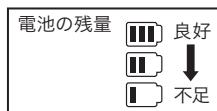

図10：モニタ立ち上がり画面
3. 液晶モニタの立ち上がりを確認(図10)
- 液晶モニタにメッセージが表示され(図10)、しばらくするとカメラの映像が表示されることを確認します。
- ・ カメラヘッドを図10のように持ち上げ、カメラヘッドホルダーから取り出してください。